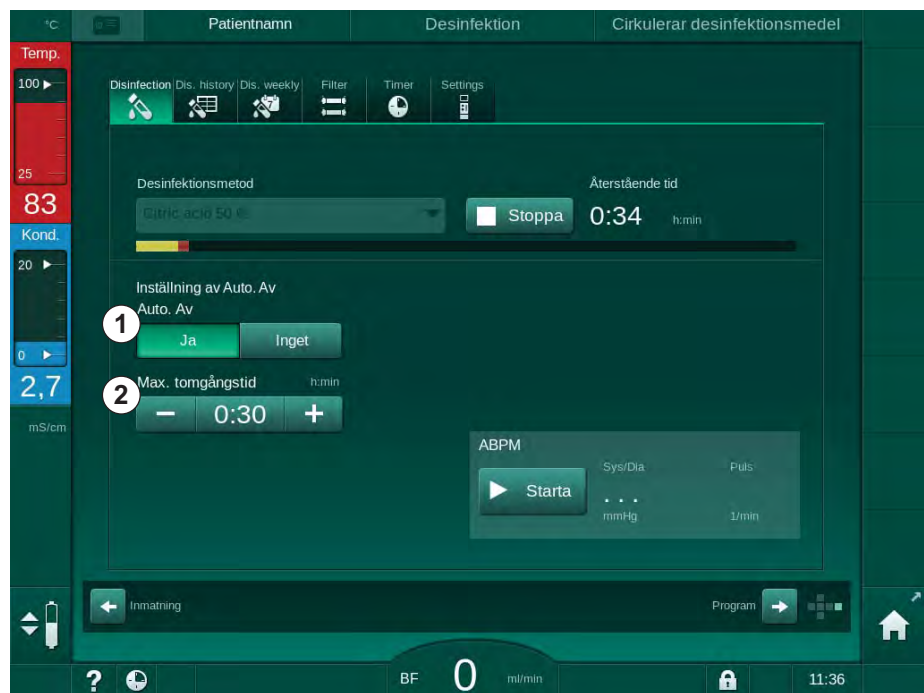

Bild 7-15 Pågående desinfektion - *Automatisk avstängning* aktiverad
När man har valt desinfektionsskärm visas förinställningen för *Auto Av (Ja eller Inget* samt maximal tomgångstid om *Ja*) anges. Inställningen för funktionen kan ändras när som helst före eller efter det att desinfektionen har startats genom att man trycker på *Auto Av, Ja* eller *Inget* (Bild 7-15, ①).